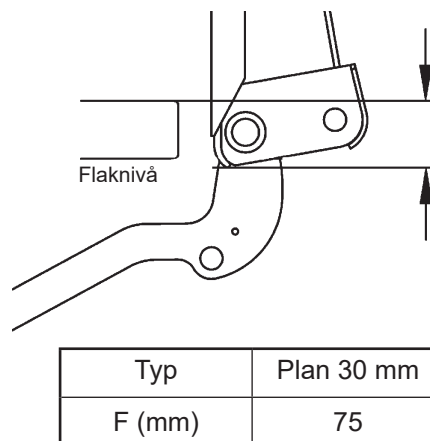

Bild 21. Montera lyftplattformen på armarna
4. Provkör lyften försiktigt upp till flaknivå och tilta till vertikalläge. Kontrollera läget i förhållande till bilens bakbalk och sidostolpar. Bild 21.